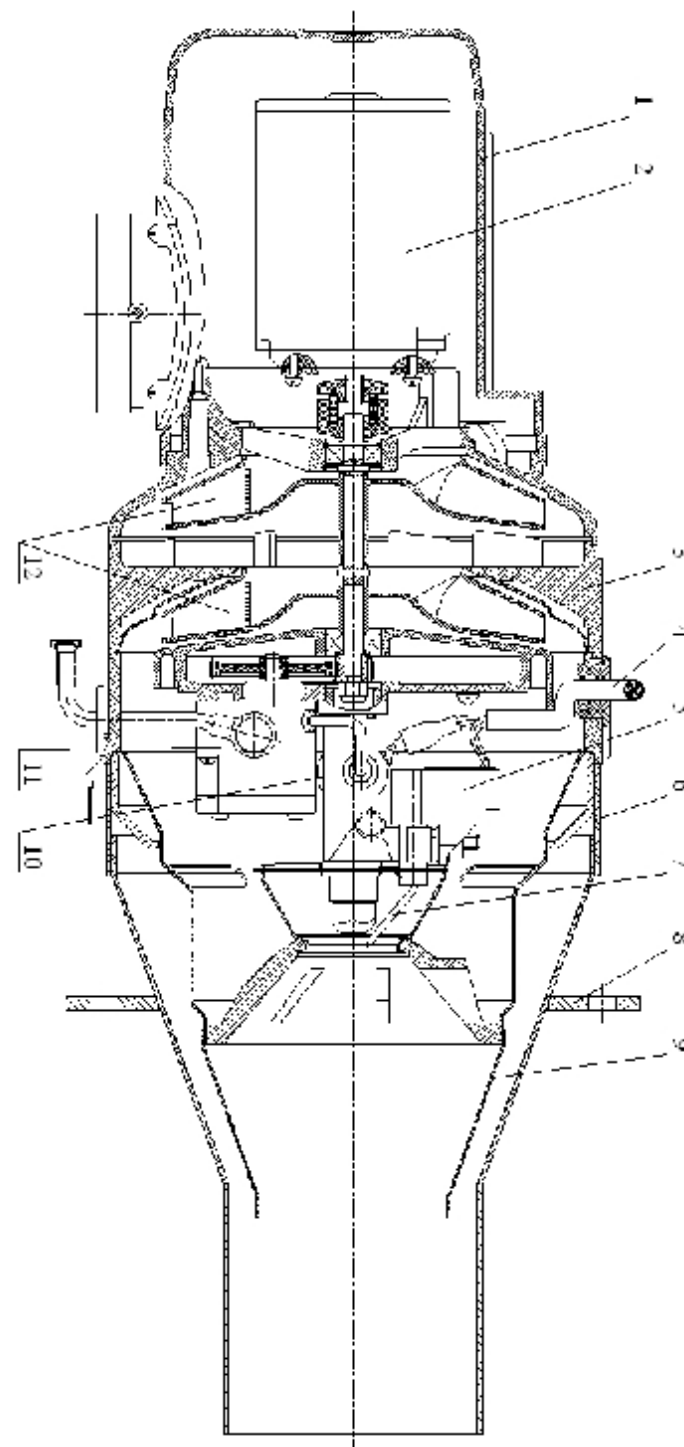

Рис. 2. Устройство подогревателя 144.8106.000-50, -51, -60, -61
3.5. Краткое описание устройства (рис. 2).